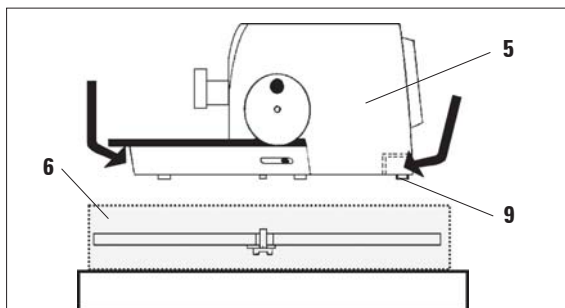

Fig. 8
- Segurando o aparelho (5) na frente pela placa de base, e atrás pelo cabo embutido (Fig. 8), levante-o do isopor moldado (6) da embalagem e coloque-o na bancada estável de laboratório.